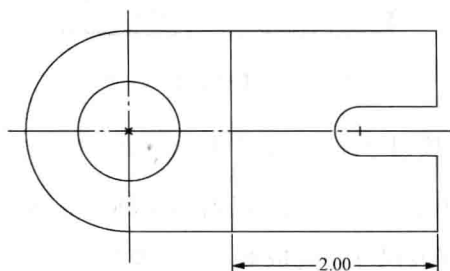

图 1-32 切剪材料的草绘截面图
1) 单击特征工具栏中的“拉伸”工具按钮 , 在绘图区单击鼠标右键, 在弹出的快捷菜单中, 选择“定义内部草绘”命令, 打开【草绘】对话框。选取上一步拉伸实体上表面作为草绘平面, 接受系统默认的放置方式, 进入二维草绘模式。绘制如图 1-32 所示的草绘截面图后, 单击草绘工具栏中按钮 , 退出二维草绘模式。